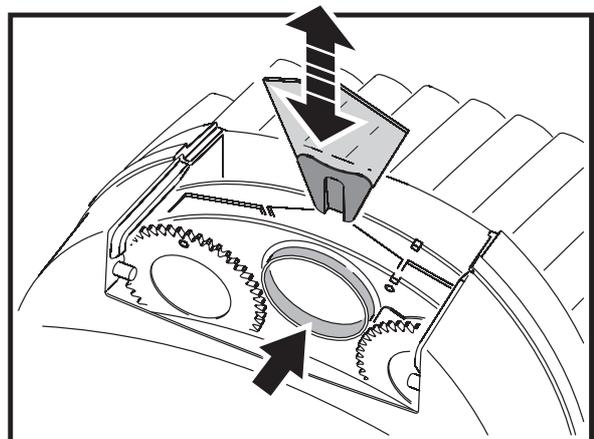

Figura 15: Cambio de gobos y filtros
5. Para extraer un filtro de color, girar la rueda de gobos hasta alcanzar la posición abierta (marcado en la Figura 15). Presionar suavemente el filtro hacia la lente para soltarlo y tirar de él hasta extraerlo. Si los dedos son demasiado grandes, proteger el filtro con un trozo de papel doblado varias veces y extraerlo suavemente utilizando unos alicates planos apropiados.